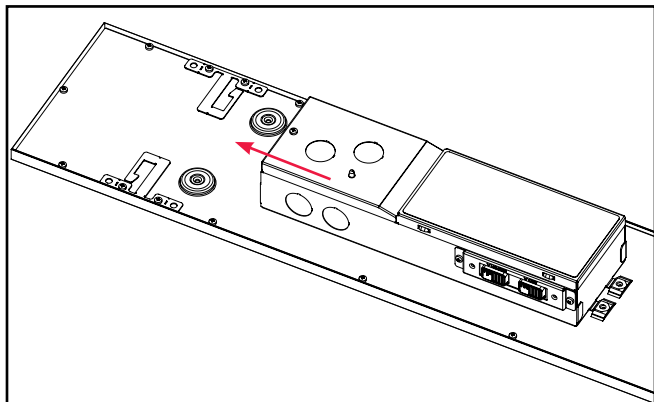

Figura 1.
- Localice la cubierta de la caja de conexiones de la luminaria, quite el tornillo y deslícela para sacarla. (Figura 1.)